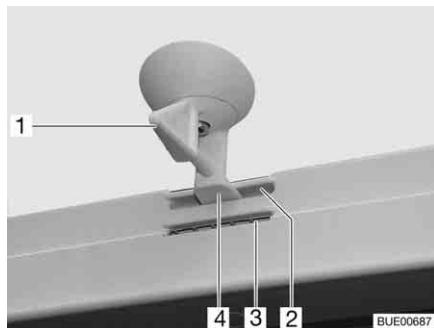
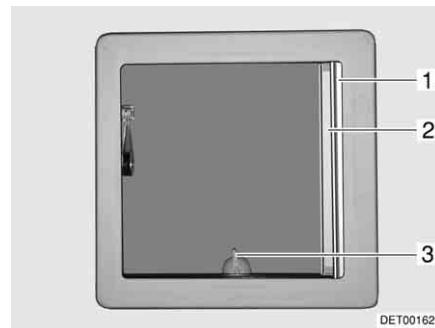

Fig. 35 Oblò inclinabile, bloccaggio
Fig. 36 Oblò inclinabile
- Ruotare la leva (Fig. 35,1 o Fig. 36,3) di un quarto di giro.
- Girare la leva di un quarto di giro. Il bloccaggio (Fig. 35,4) deve entrare nella feritoia inferiore (Fig. 35,3).
- Girare la leva di un quarto di giro. Il bloccaggio (Fig. 35,4) deve entrare nella feritoia superiore (Fig. 35,2).
- Tirare la tendina oscurante pieghevole (Fig. 36,1) fino alla posizione desiderata e rilasciare. La tendina oscurante pieghevole rimane in questa posizione.
- Estrarre la zanzariera a rullo (Fig. 36,2) fino a quando non scatta il blocaggio dalla parte opposta.